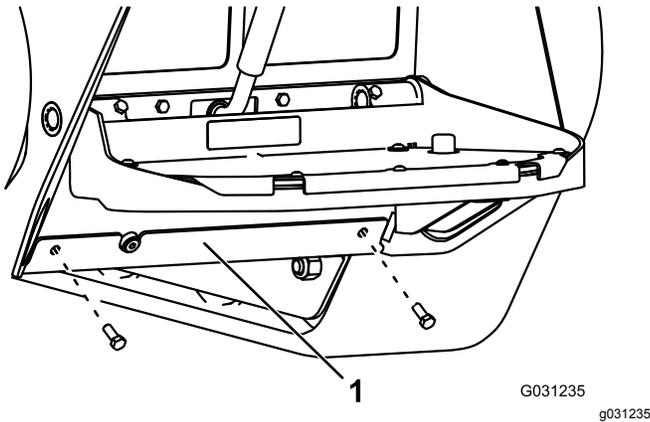

Figura 64
3. Retire los 2 pernos que sujetan la placa inferior, y retire la placa (Figura 64).
7. Instale la placa inferior (Figura 64).